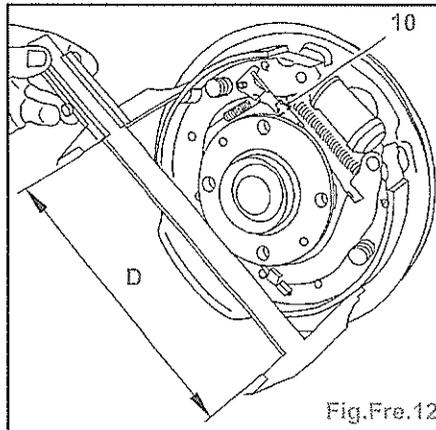

Fig.Fre.12
- la biellette de rattrapage (7),
- le levier et le ressort du système (8) du rattrapage de jeu,
- le ressort de maintien (4) du segment arrière.
- Reposer le ressort supérieur (3).
- Agir sur la molette (10) pour obtenir un diamètre D = 228 mm (Fig.Fre.12).